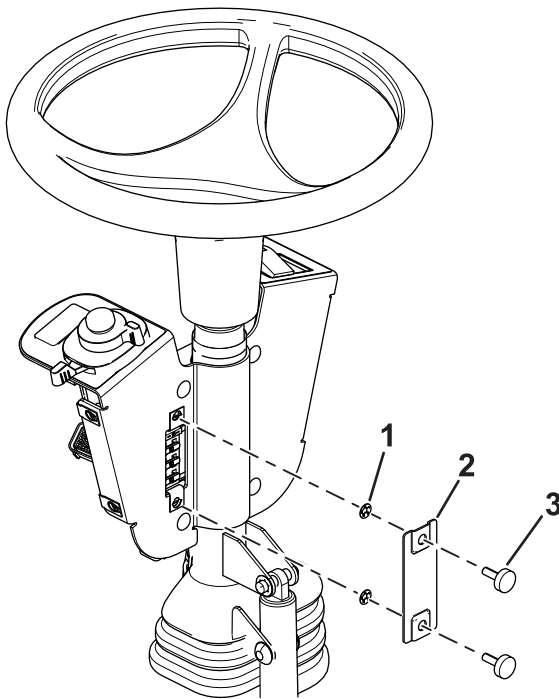

Figure 12
13. Fixez le couvercle des fusibles sur le support de commutateur à l'aide de 2 vis à oreilles et 2 écrous poussoirs (Figure 12).
Remarque: Veillez à installer les écrous poussoirs à l'intérieur du couvercle des fusibles (Figure 12).